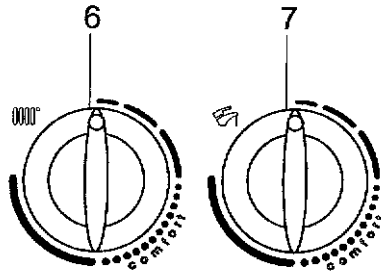

Fig. 22A
- 1) Turn the control knob 6 (figure 1) fully counter-clockwise to its minimum value as shown in figure 22A.
- 1) tourner le bouton 6 (figure 1) dans le sens inverse des aiguilles d'une montre et les mettre sur la valeur minimum comme le montre la figure 22A;